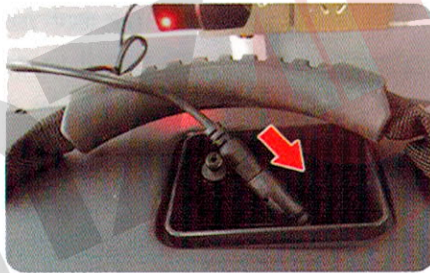

Figure 13
2. Проверьте, правильно ли подключен порт зарядки, а затем проверьте, не имеет ли интерфейс плохого контакта (рис. 13).